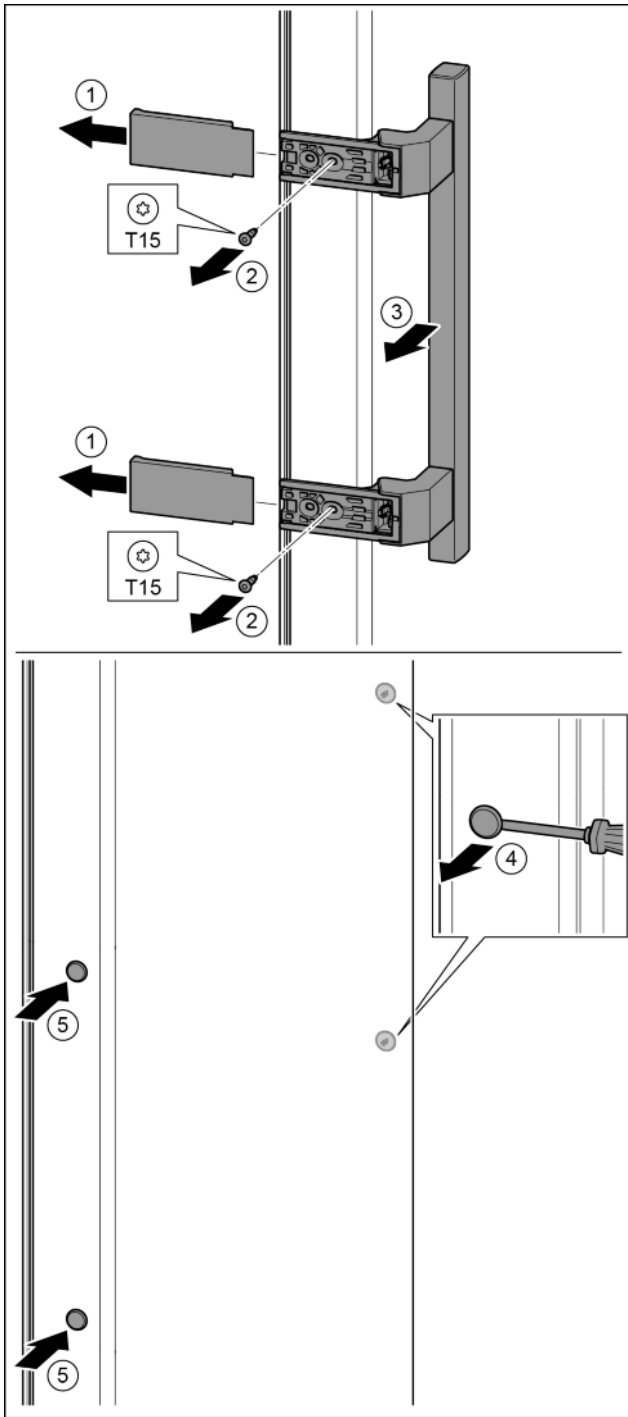

Fig. 38
- ▶ Húzza le a fedelet. Fig. 38 (1)
- ▶ T15 csavarhúzóval tekerje ki a csavarokat. Fig. 38 (2)
- ▶ Vegye le a fogantyút. Fig. 38 (3)
- ▶ Az oldalsó dugókat egy csavarhúzóval óvatosan emelje meg és húzza ki. Fig. 38 (4)
- ▶ A dugókat helyezze be a másik oldalon. Fig. 38 (5)